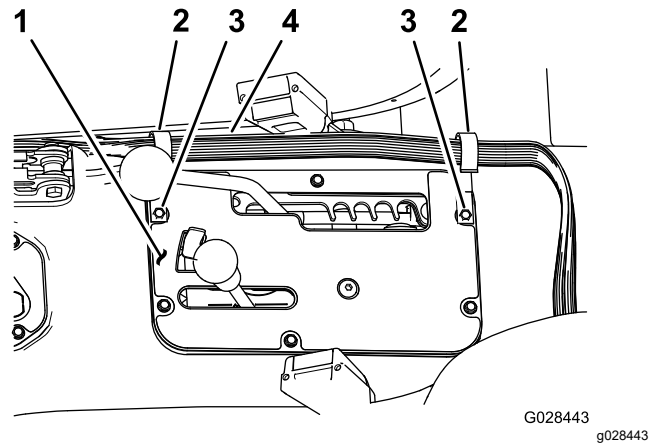
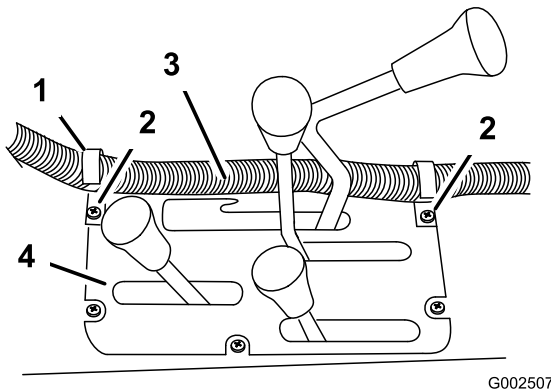

Bild 21
Bild 20
1. Montieren Sie zwei Hakenclips mit den vorhandenen Schrauben in der Mitte der Konsole an den in Bild 20 oder Bild 21 abgebildeten Stellen.